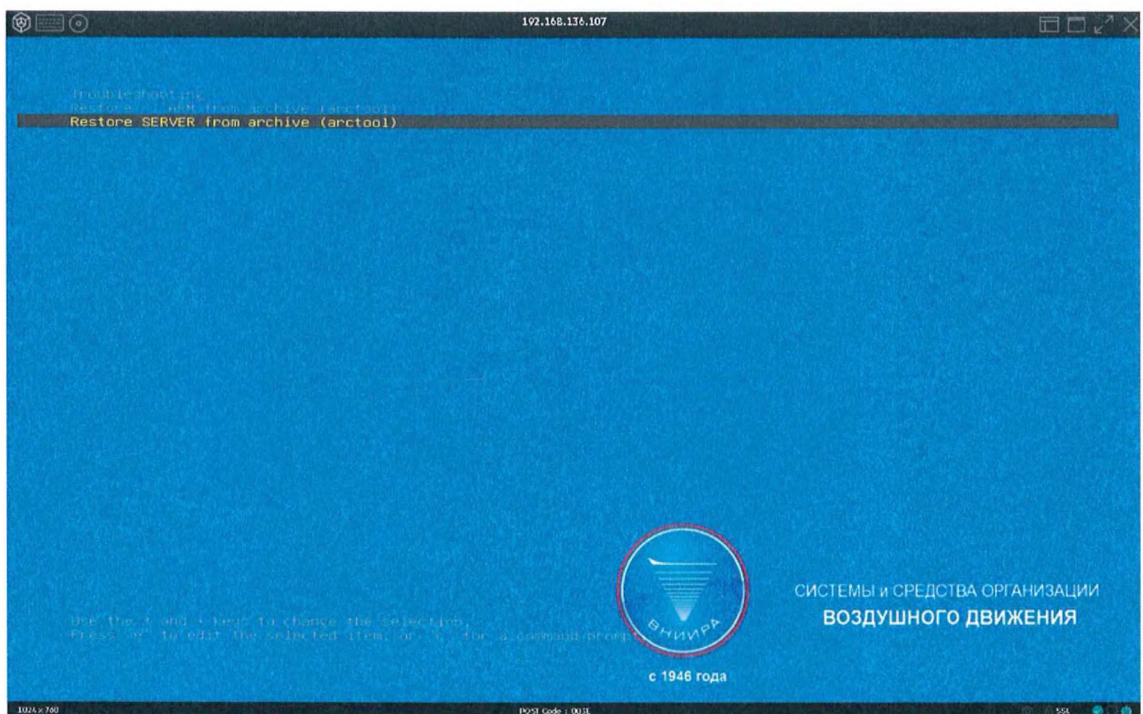

Рисунок 3.6 – Окно выбора kickstart процедуры восстановления сервера
4) На следующем шаге (см. рисунок 3.6) перейти к выбору пункта загрузочного меню «Restore SERVER from archive (arctool)» с последующим выбором архива образа восстанавливаемого сервера и **автоматической установкой ПО на сервер.**